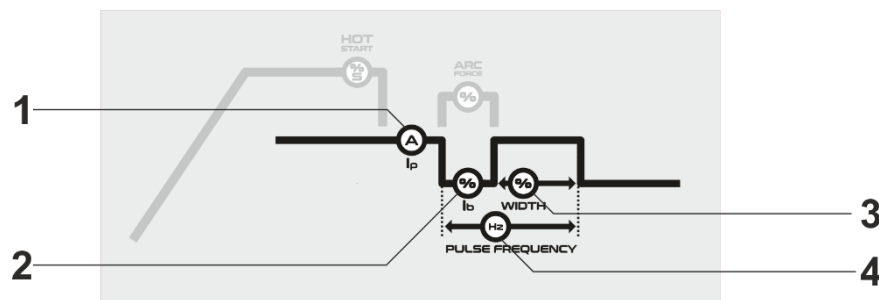

Fig. 2 – Parâmetros LIFTIG
- Ib (Fig.2 - 2) – ajustar a corrente de base em percentagem da corrente principal.
- WIDTH (Fig.2 - 3) – ajustar o tempo da corrente de pico (principal) 10% a 90%.
- PULSE FREQUENCY (Fig. 2 - 4) – ajustar a frequência de pulsado em Hertz.